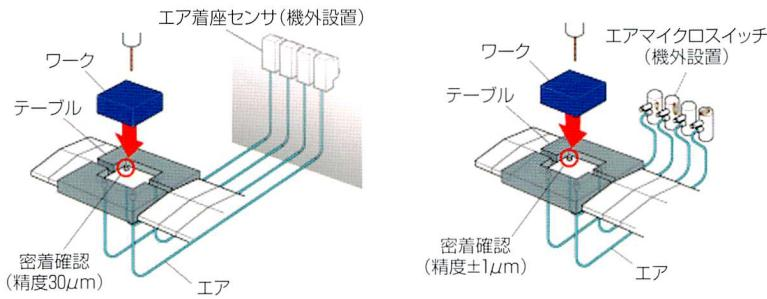

図1 加工機でワークの密着確認
(1) 工作機械における適用事例
- NC加工機のワーク密着確認(図1):切りくずの挟み込みによる、テーブルとワークの10µmのすきまを安定して検出可能。精密加工の実現により、切削後の研磨工程がスムーズになった。